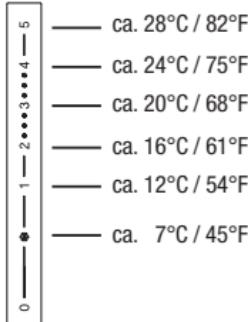

Fig. 5 Scala di temperatura della testa termostatica "vindo TH"
3. Mantenerla in questa posizione e stringere bene la calotta (non applicare troppa forza). Impostare la testa termostatica alla temperatura ambiente desiderata (Fig. 5).